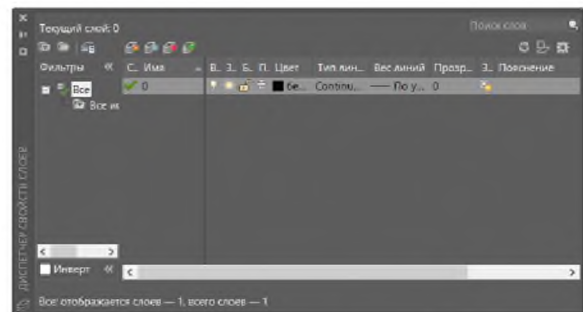

Рисунок 5 – Диспетчер свойства слоев
1. Клацніть кнопку  **Диспетчер свойств слоев** (рис. 5).